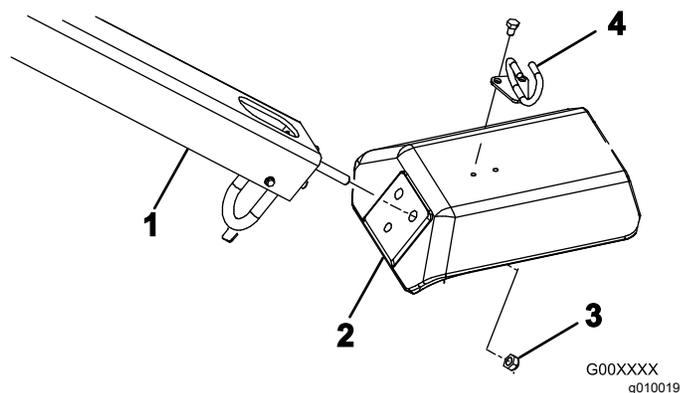

Figure 4
2. Insérez les goujons de fixation du timon dans les trous de la fourche (Figure 4).
3. Fixez les goujons sur la fourche (Figure 4) à l'aide de 3 contre-écrous (1/2").
5. Fixez le guide-câble sur le haut de la fourche (Figure 4) à l'aide de 2 boulons (5/16" x 1/2").